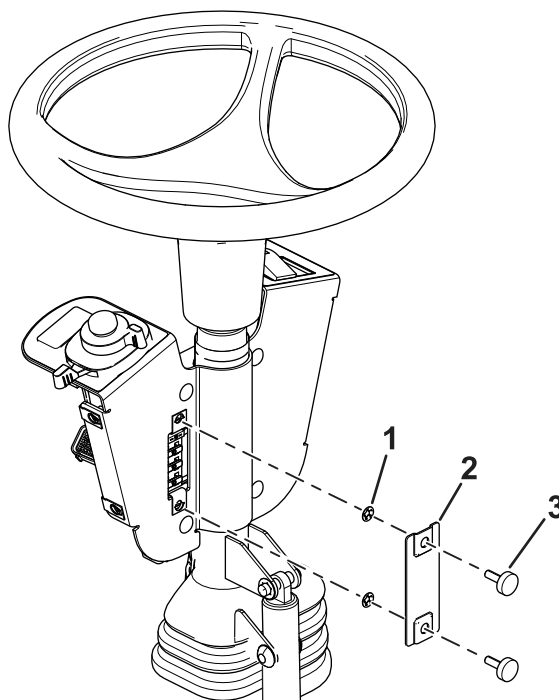

Figura 9
11. Instale a cobertura do fusível na montagem do interruptor utilizando dois parafusos de aperto manual e duas porcas de retenção (Figura 9).
Nota: Certifique-se de que as porcas de retenção são instaladas no interior da cobertura do fusível (Figura 9).